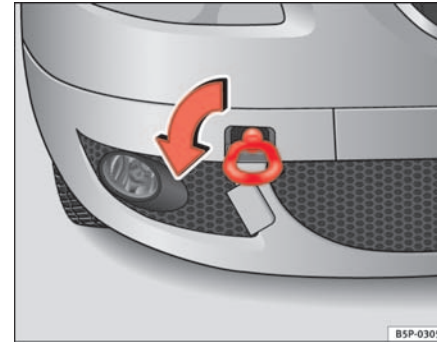
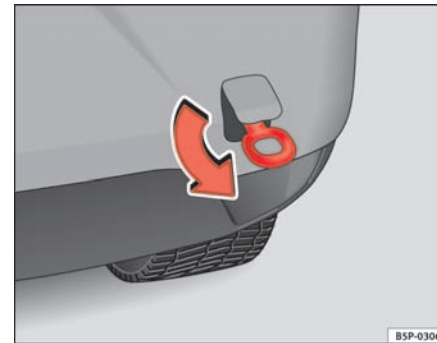

Abb. 202 Frontpartie rechts: Einschrauben der vorderen Abschleppöse
Abb. 203 Einschrauben der Abschleppöse hinten
- Schrauben Sie die Abschleppöse in Pfeilrichtung *links* herum bis zum Anschlag vorne ⇒ Seite 272, Abb. 202 oder hinten ⇒ Seite 272, Abb. 203 in die Gewindebohrung ein.